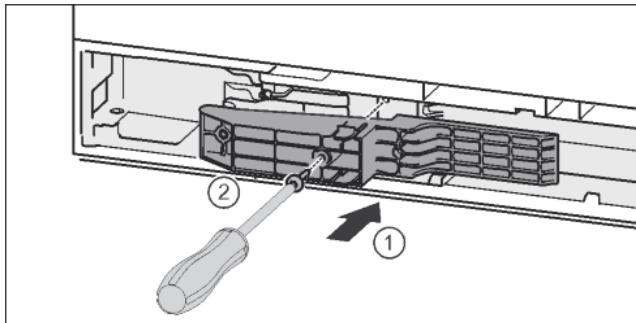

Fig. 44\*
- Вставить деталь адаптера в отверстие на стороне ручки.\* Fig. 44 (1)
- Затянуть винты отверткой T15.\* Fig. 44 (2)